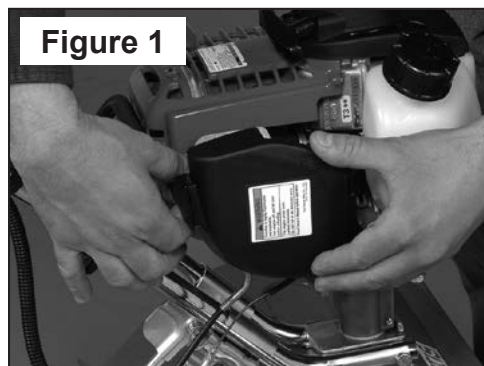

Figure 1
2. Pincer les deux languettes de blocage à l'arrière du capot d'épurateur d'air (**Figure 1**) et basculer le capot vers l'avant du moteur pour l'ouvrir.